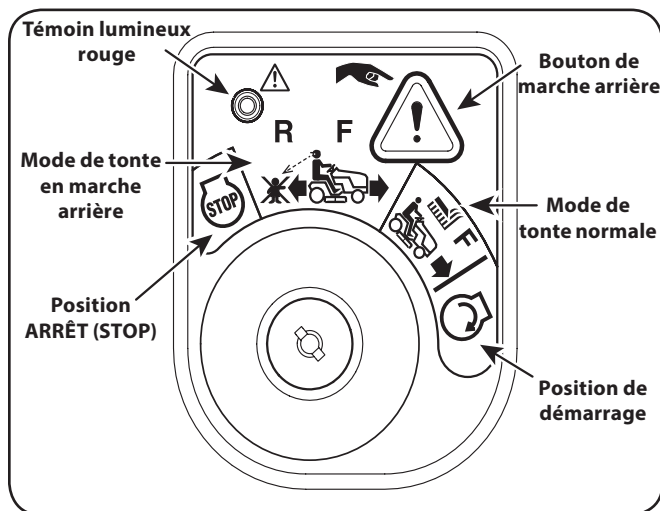

Figure 5-2
2. Tournez la clé de la position de tonte normale (en vert) à la position de tonte en marche arrière (en jaune) sur le module du commutateur d'allumage. Voir Figure 5-2.
3. Appuyez sur le bouton de marche arrière (bouton triangulaire orange) situé dans le coin supérieur droit du module de commutateur d'allumage. Le témoin lumineux rouge dans le coin supérieur gauche du module s'allume lorsque le bouton de marche arrière est activé. Voir Figure 5-2.